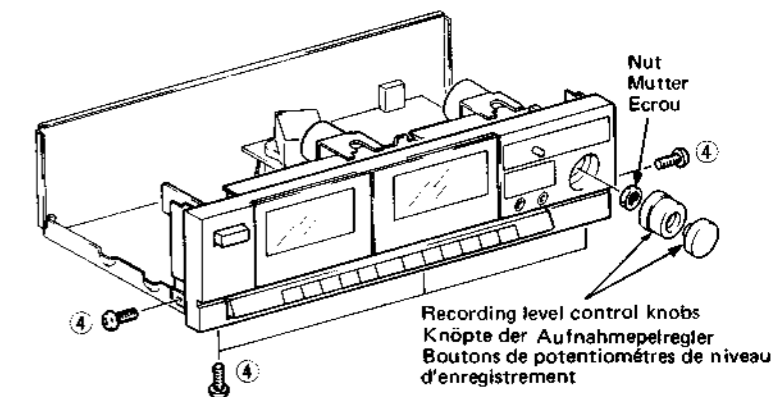

Fig. 5 Abb. 5
- Front Panel (Fig. 5)**
- Frontplatte (Abb. 5)**
- Panneau de façade (Fig. 5)**